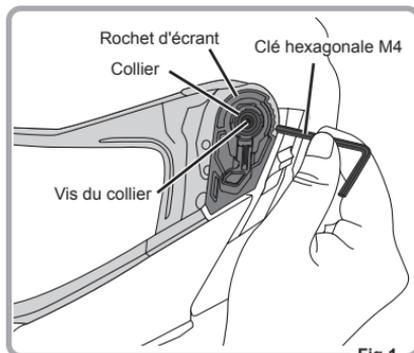

Fig.1
2. Tournez la vis du collier, située sur le rochet d'écran, dans le sens inverse des aiguilles d'une montre à l'aide d'une clé hexagonale M4 (4 mm), et retirez la vis du collier ainsi que le collier. (Fig.1)